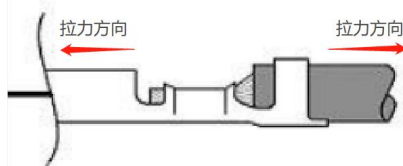

图 5-1 JST 端子与线材连接拉力测试示意图
1、JST 端子与线材连接拉力允许值如表 5-3, JST 端子与线材连接拉力测试示意图如图 5-1。